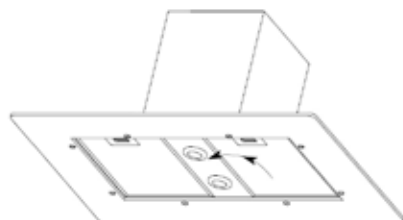

Fig. 39
- Com o auxílio de uma chave de fenda retire o aro metálico e a lente de vidro ou gire o aro metálico no sentido anti-horário, (conforme o modelo) em seguida retire a lâmpada do soquete (fig. 39 e 40).